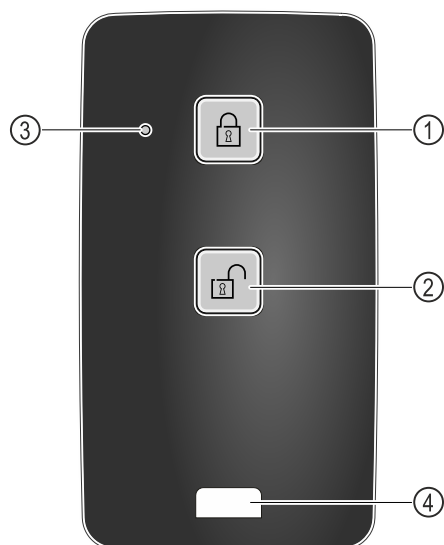

Fig. 210
- (1) Zablokování zámku
- (2) Odblokování zámku
- (3) Stavová LED
- (4) Upevňovací očko
- Na dálkovém ovládání stiskněte tlačítko Fig. 210 (1).
- Na dálkovém ovládání stiskněte tlačítko Fig. 210 (2).
- Stavová LED Fig. 210 (3) vydá při stisknutí tlačítka optickou zpětnou vazbu.
- Očko Fig. 210 (4) k upevnění dálkového ovládání, např. na svazek klíčů.